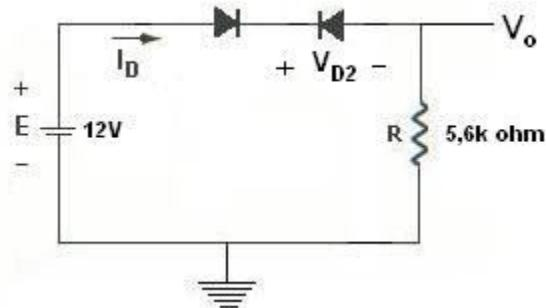

Figura 3.10 – Circuito proposto 2.
2. Determine V_o , V_{D2} , P_{D1} , P_{D2} e I_D do circuito da Figura 3.10. Considere as tensões dos diodos $V_D = 0,7V$.